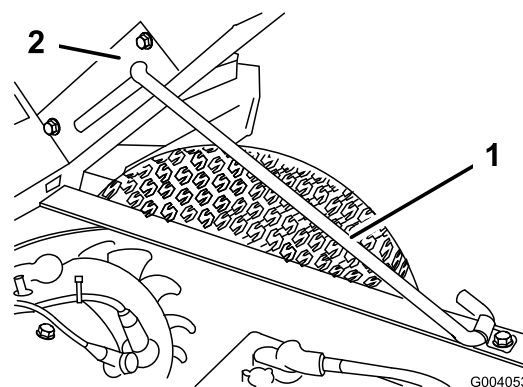

Figure 18
2. Placez la béquille de maintien dans la fente de verrouillage pour bloquer le plateau en position (Figure 18).